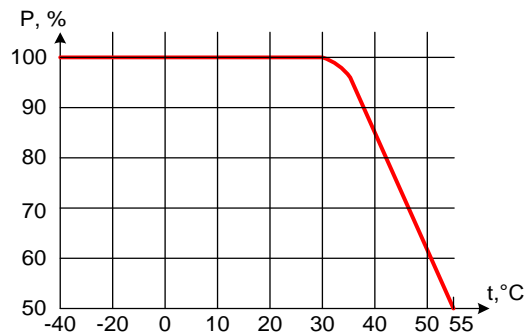

Рис. 11
**ВНИМАНИЕ;** при повышении температуры окружающей среды уменьшается максимальная допустимая мощность нагрузки регулятора (см. рис. 11).